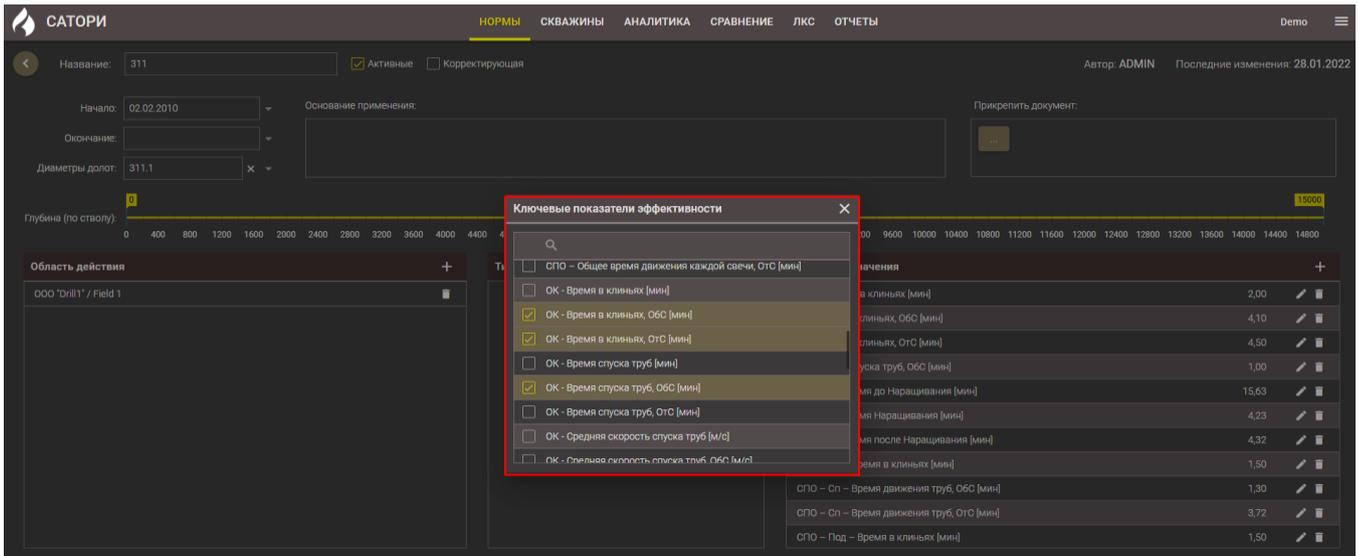

Рис. 2.14
- Для добавления ключевых показателей эффективности в таблице *Область назначения* необходимо нажать на кнопку . В открывшемся окне КЛЮЧЕВЫЕ ПОКАЗАТЕЛИ ЭФФЕКТИВНОСТИ (рис. 2.14) выбираются необходимые показатели и нажимается кнопка . Для удаления показателя в таблице необходимо нажать кнопку  напротив него. Для редактирования показателя в таблице следует нажать кнопку . В открывшемся окне КПЭ можно изменить значение в полях *Норма* и *Комментарий* (рис. 2.15).